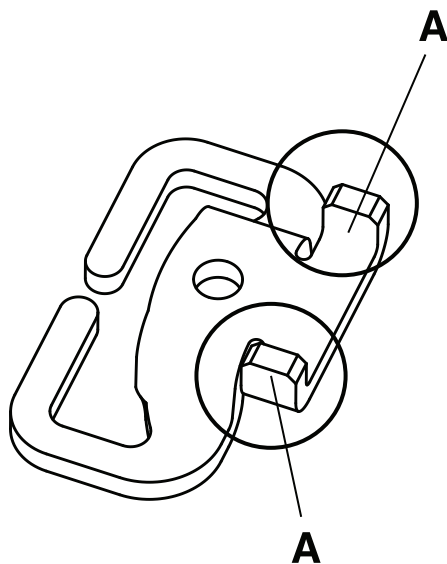
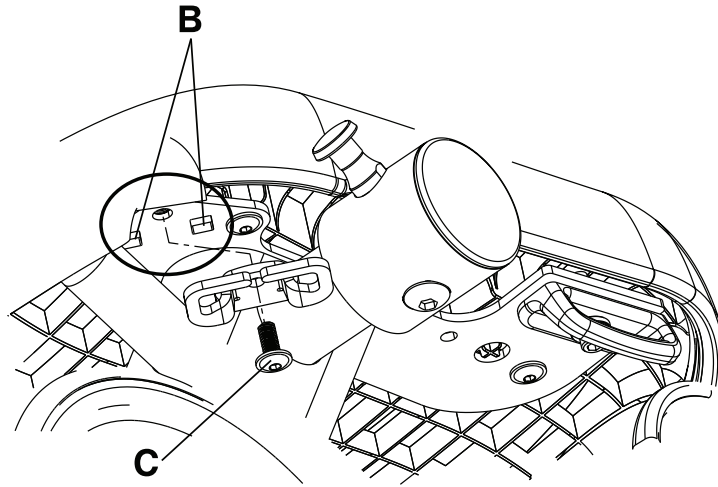

Fig. 8-33: Tapper på beslaget
Fig. 8-34: Installation af hofteselens beslag
- a. Sæt beslagets to tapper (A) (Fig. 8-33 på side 8-51) i de firkantede huller på stellet's svejsning (B) (Fig. 8-34 på side 8-52).
- b. Sæt den vedlagte cylinderskrue med kant (0004-671-000) (C) i det runde hul på beslaget for at holde hofteselens beslag fast på stelsvejsningen (B) (Fig. 8-34 på side 8-52). Brug en 3/8 tommer drejemomentnøgle og et 3/16 tommer sekskantet bor til at spænde skruen til  $70 \pm 10$  in-lb. ( $8 \pm 1,1$  Nm).